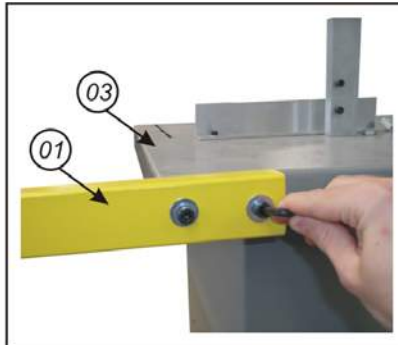

Fig. 07
- ✓ Pegue a peça 01 juntamente com as arruelas e os parafusos e com uma chave Allen de 6 mm, fixe a mesma na peça 03 fig. 07.